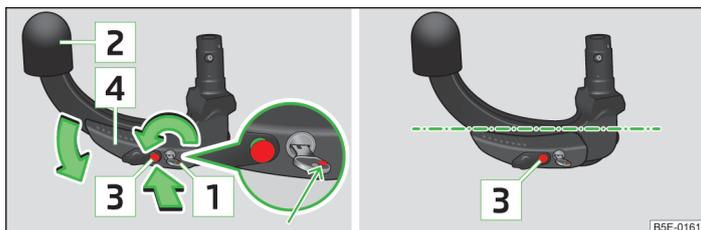

Fig. 138 Impostare la predisposizione/Predisposizione
- Ruotare la chiave **1** in maniera tale che il suo contrassegno di colore rosso sia visibile » fig. 138.